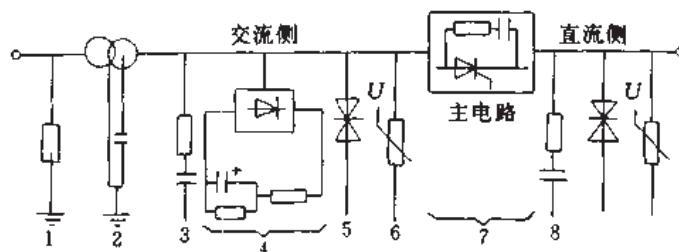

图 2.3.18 晶闸管装置可能采用的过电压保护
(1) 操作过电压保护 可在整流变压器二次侧或直流输出端接入阻容保护或压敏电阻等保护，见图 2.3.18。有关参数的计算可查表 2.3.13 至表 2.3.15。